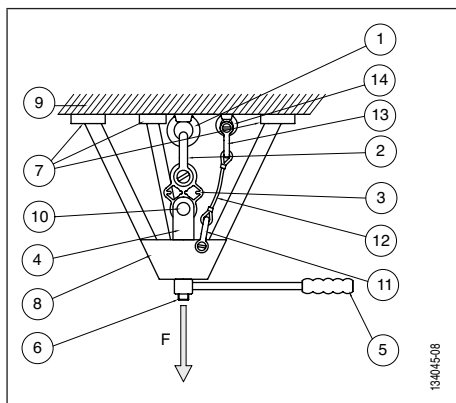
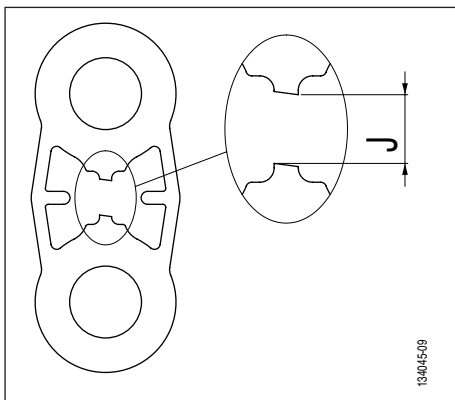

Fig. 6
Fig. 7
- 1 apparecchio di messa in carico ad azionamento manuale di tipo treppiede (vedi Fig. 6, pag. 45, capitolo 4.2. Schema),
- 1 dispositivo di sicurezza per la trattenuta del dispositivo di messa in carico, in caso di rottura del punto di ancoraggio da testare, comprendente (vedi Fig. 6, pag. 45):
- 1 corda di sicurezza di lunghezza appropriata (vedi Fig. 6, pag. 45, capitoli 4.2. Schema e 4.3. Verifiche prima dell'installazione),
⚠ PERICOLO: Per testare un punto di ancoraggio mediante la placchetta per test TA, l'operatore deve tassativamente utilizzare un apparecchio di messa in carico di tipo treppiede ad azionamento manuale che sia stato specificatamente progettato e dimensionato al fine di poter essere utilizzato per la messa sotto carico di trazione senza rischio del punto di ancoraggio da testare (Fig. 6, pag. 45), o qualsiasi altro apparecchio di messa sotto carico di trazione della placchetta per test TA appositamente progettato e dimensionato per essere utilizzato in completa sicurezza.
L'insieme delle verifiche prima dell'installazione descritte qui di seguito, fa riferimento alla Fig. 6.
L'insieme delle procedura descritta qui di seguito, fa riferimento alla Fig. 6.
! PERICOLO: Il gioco 'J' massimo (Fig. 7, gioco J) non deve superare i 15 mm.
1. Aumentare progressivamente il carico agendo sull'apparecchio di messa in carico (Fig. 6, pag. 45, rif. 8). L'operatore dovrà tassativamente tenere d'occhio la placchetta, al fine di poter stoppare la messa in carico immediatamente dopo la rottura della sezione 'S' della placchetta (Fig. 7).
2. Alla rottura della sezione di controllo 'S' della placchetta per test TA (Fig. 7), l'operatore deve immediatamente interrompere la sua azione sull'apparecchio di messa in carico per non rischiare di rompere completamente la placchetta.
L'insieme della procedura descritta qui di seguito, fa riferimento alla Fig. 6, pag. 45.
8. Proseguire la messa in carico della placchetta per test TA dopo la rottura della sezione di controllo 'S' (vedi capitolo 5.2. *Procedura di messa in opera del test di trazione*, Fig. 7, pag. 46).